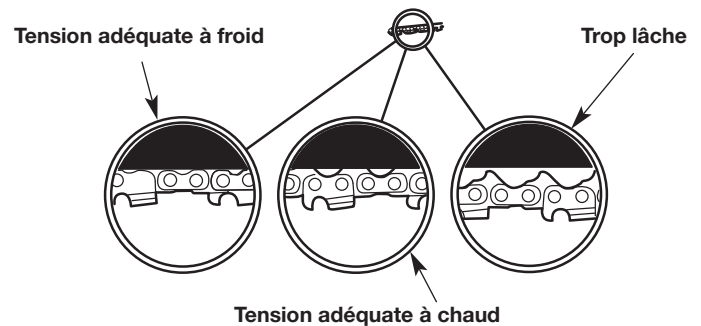

Fig. 25
La tension de chaîne souhaitée dépend de la température de la chaîne (Fig. 25).
- Réglage à froid de la tension de la chaîne - La chaîne de la tronçonneuse doit être bien ajustée contre le dessous du guide-chaîne. Il ne doit y avoir aucun fléchissement (Fig. 25).
- Réglage à chaud de la tension de la chaîne - La chaîne de scie s'allongera tandis qu'elle s'échauffe pendant le fonctionnement. Les maillons d'entraînement doivent pendre d'environ 1,3 mm (1/16 de po) de la rainure de guide-chaîne (Fig. 25).